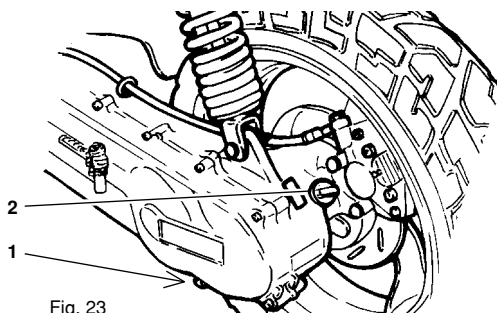

Fig. 23
- Posizionare un contenitore idoneo in corrispondenza del tappo di scarico olio (1 - Fig. 23).
- Rimuovere il tappo di scarico (1) e quello di riempimento (2).
- Unscrew the filler cap and the oil drain plug (1 - Fig. 23).